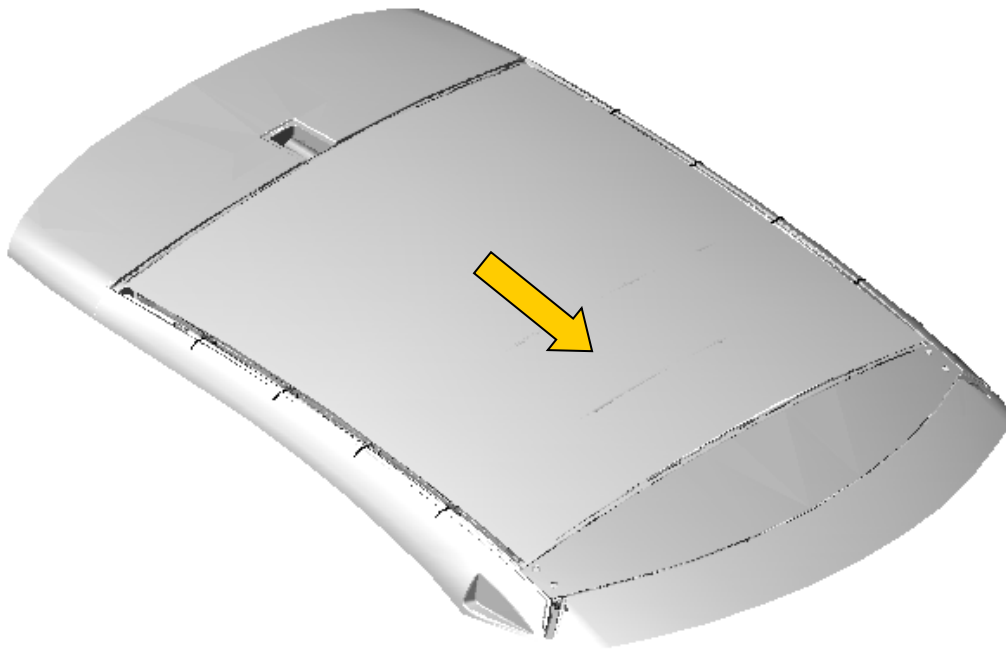

Fig. 01
- 01.** Per effettuare la pulizia del tessuto esterno ed interno, mantenere il tendalino teso, (fig. 01).